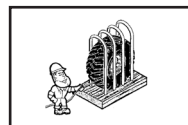

Figura 27
- Enchimento de um pneu deve ser sempre efetuado com um dispositivo de contenção (gaiola de enchimento) (Figura 27).